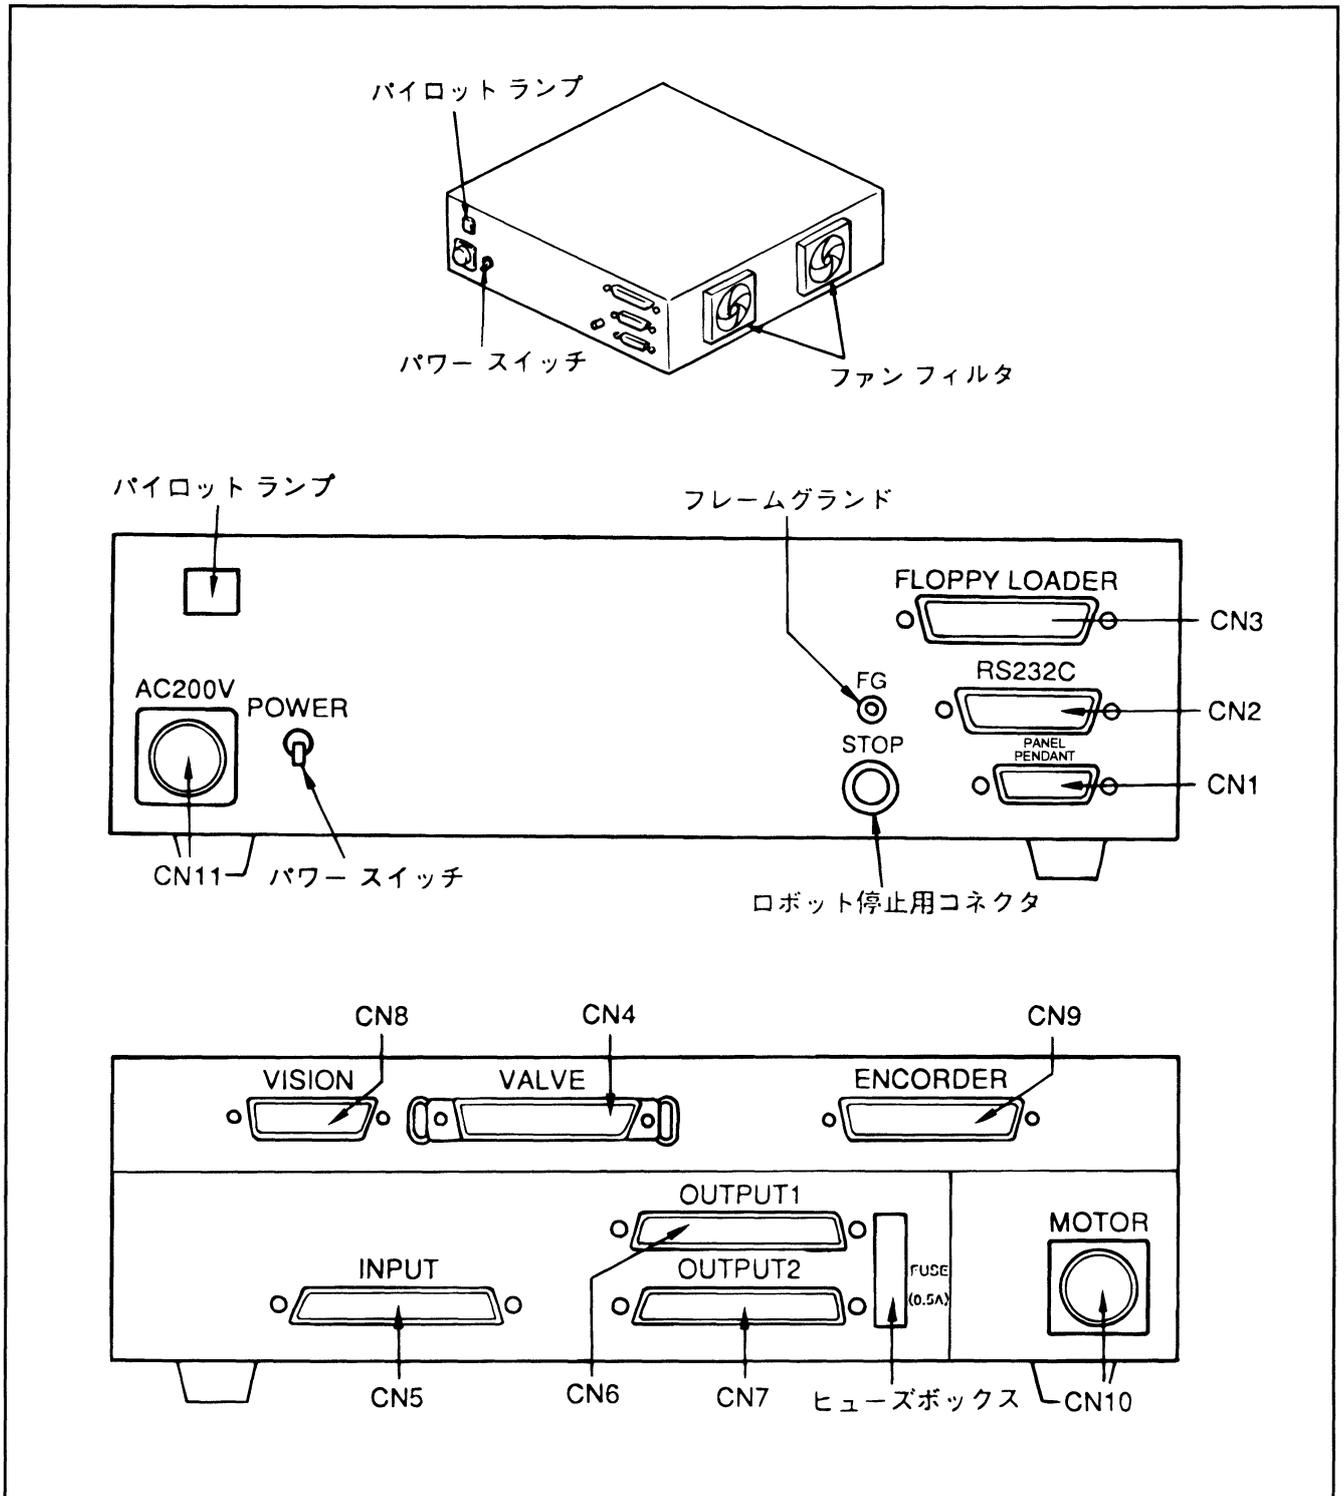

図1-3 コントローラ各部の名称
1.3 コントローラ各部の名称 コントローラ各部の名称を図1-3および表1-3に示します。